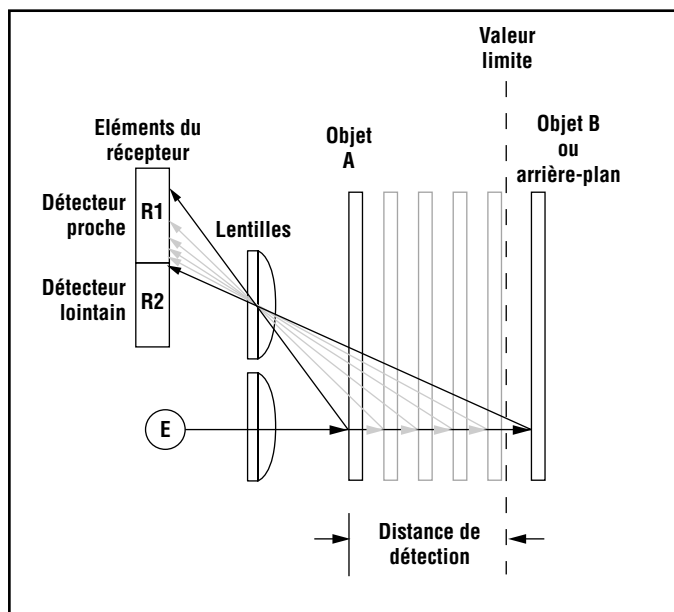

Figure 2. Concept de détection avec suppression de l'arrière-plan réglable
Lorsqu'il fonctionne, le Q60AFV compare les réflexions du faisceau lumineux (E) provenant d'un objet sur les deux détecteurs R1 et R2 positionnés différemment du détecteur (voir Figure 2). Si le signal lumineux du détecteur proche (R1) est plus puissant que le signal lumineux du détecteur lointain (R2) (voir objet A, plus proche que la valeur limite), le détecteur détecte l'objet. Si le signal lumineux du détecteur lointain (R2) est plus puissant que le signal lumineux du détecteur proche (R1) (voir objet B, au-delà de la valeur limite), le détecteur ignore l'objet.